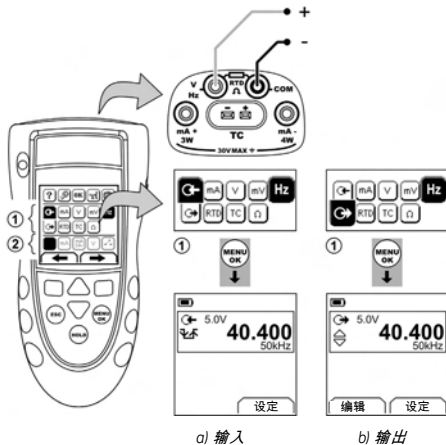

图 6: 示例配置 - 测量 / 供电脉冲 (Hz)
1. 连接设备 (图 6), 如果有必要, 调整设置 (表 1)。